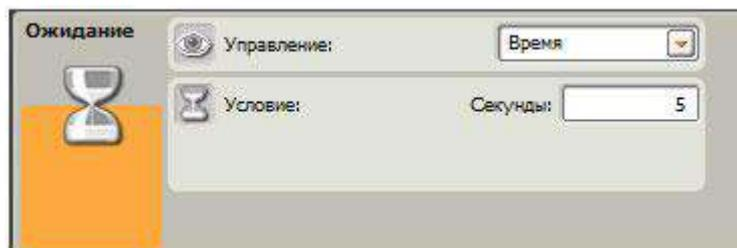

Рис.3. Второй блок программы №9.1.
- Условие: 5 секунд; (см. рис.3)